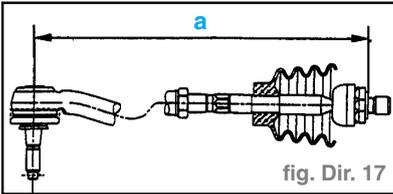

fig. Dir. 17
- Vérifier que la barre de direction se trouve à la cote «a» et la régler si nécessaire. (fig. Dir. 17)